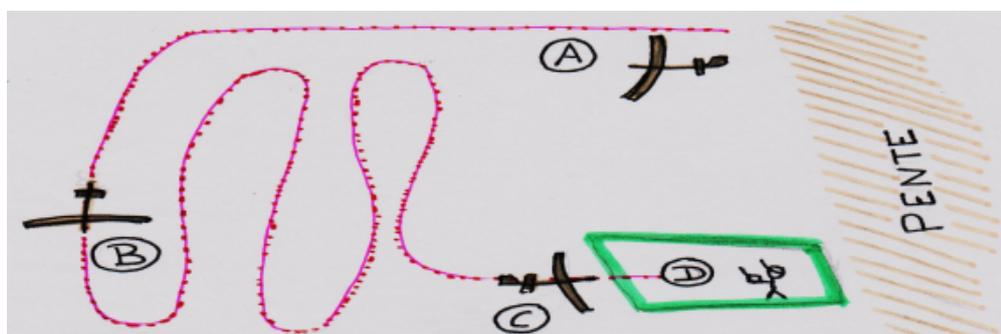

fig.3
- **Prise de terrain en « S »** (fig 3) Le planeur est trop haut en vent arrière (A) ou la zone d'atterrissage porteuse freine sa descente, le pilote peut rallonger à volonté l'étape de base (B) par des « S » face au vent puis se présenter en courte finale (C) et viser le point d'aboutissement (D).